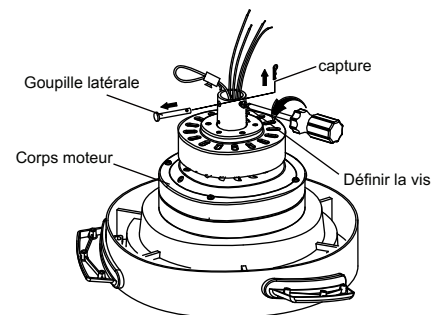

Fig. 5
**Étape 1.** Retirez l'agrafe, la broche transversale et deux vis de jeu du couplage supérieur du corps moteur, et économisez pour une utilisation ultérieure sur l'étape 4. (Fig. 5)